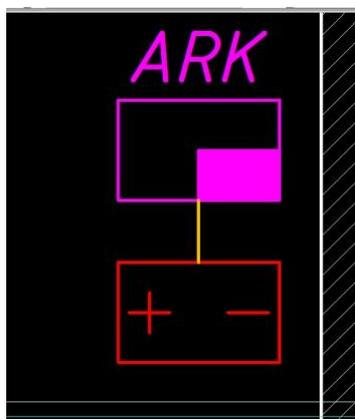

Рисунок 8.4. Соединение двух приборов по линии электропитания.
- Отрезок ►первая точка – середина нижней стороны ПШКОП ►вторая точка – середина верхней стороны РИПа ►Esc, см. Рисунок 8.4.